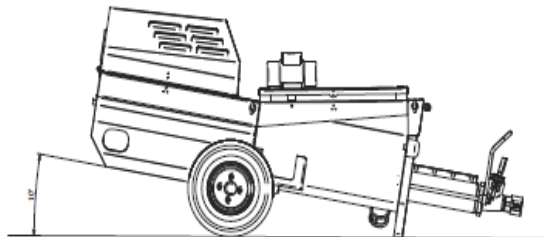

FIG. 5
8. TRASPORTE (fig. 3), ELEVACIÓN (fig. 4) y REMOLQUE (opcional, fig. 5)
La máquina debe estar siempre en posición horizontal: la inclinación hacia abajo de la bomba de tornillo favorece la salida del material (fig. 5).
En caso de emergencia, presione el pulsador rojo (9) para detener la máquina. Para desconectar la máquina de la red, gire el interruptor principal a la posición 0 y desenchufe la toma de corriente (1, fig. 5): se detienen todos los órganos que están en movimiento. El piloto rojo encendido (7) indica la ausencia o el montaje incorrecto del vibrotamiz o de la rejilla de protección.
En caso de emergencia, presione el pulsador rojo (9) para detener la máquina. Para desconectar la máquina de la red, gire el interruptor principal a la posición 0 y desenchufe la toma de corriente (1, fig. 5): se detienen todos los órganos que están en movimiento. El piloto rojo encendido (6) indica la ausencia o el montaje incorrecto del vibrotamiz o de la rejilla de protección.